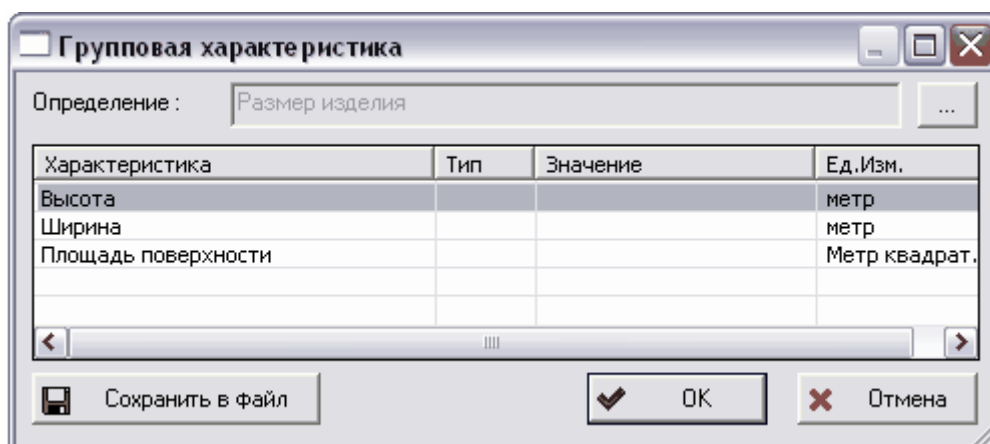

Рис. 167
3. В окне **Выбор группы характеристик** выберите из списка необходимую группу. После этого все характеристики, входящие в группу, будут отображены в окне **Групповая характеристика** (Рис. 167).